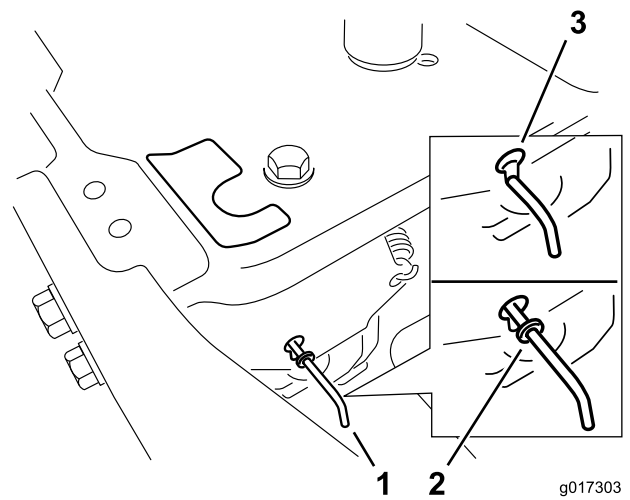

Figure 23
4. Déplacez les leviers de dérivation en avant à travers le trou de clavette et vers le bas pour les verrouiller en position, comme illustré à la Figure 23. Procédez de même pour chaque levier.
Déplacez les leviers de dérivation en arrière à travers le trou de clavette et vers le bas pour les verrouiller en position, comme illustré à la Figure 23. Procédez de même pour chaque levier.